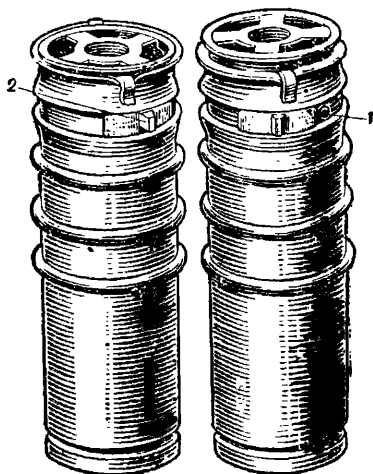

Рис. 6. Рукоятка гранаты
9. Рукоятка (рис. 6) служит для удобного действия гранатой и для помещения воспламеняющего механизма. Она состоит из двух трубок, вставленных одна в другую. Наружная трубка с верхнего конца